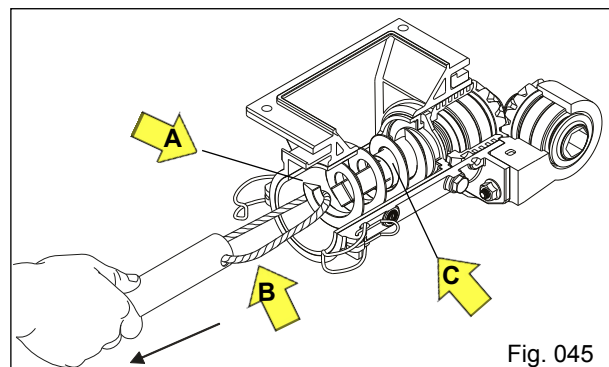

Fig. 045
b) Puxe o cordão do tubo fixador "B" e retire a rosca sem fim "A", retire também o anel trava "C" (Fig. 045).